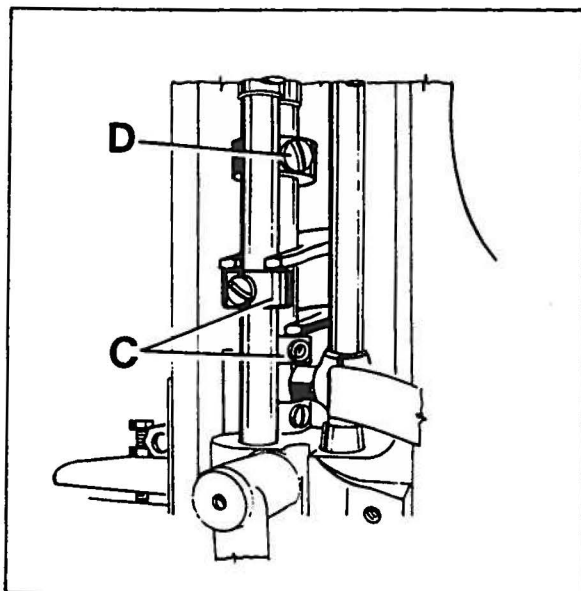

Fig. 23
By relocating the collars (C, Fig. 23) which serve as a leaf spring rest, on the left and right presser bar, the pressure can be changed. Raising the collars increases the pressure, lowering the collars decreases it.
Durch Verstellen der als Blattfederauflage dienenden Stellringe (C, Fig. 23) auf der linken und rechten Drückerfußstange, kann der Druck verändert werden. Verstellen der Stellringe nach oben verstärkt, verstellen nach unten verringert den Druck.
The presser foot lift is limited with the upper stop collar (D, Fig. 23) on the right presser bar. When the needle is in its lowest position and the presser foot is lifted with the presser foot lifter lever, the needle holder should not contact the presser foot. Besides this, the lifted presser foot should not contact the right upper spreader or upper looper moving upwards. Set the stop collar (D) accordingly.
Der Hub des Drückerfußes wird mit dem Anschlag-Stellring (D, Fig. 23) oben auf der rechten Drückerfußstange begrenzt. Wenn die Nadel in der untersten Stellung ist und der Drückerfuß mit dem Drückerfuß-Lifterhebel angehoben wird, darf der Nadelhalter den Drückerfuß nicht berühren. Zudem darf der geliftete Drückerfuß den nach oben gehenden rechten oberen Blindgreifer oder Obergreifer nicht berühren. Stellen Sie den Anschlag-Stellring (D) entsprechend ein.